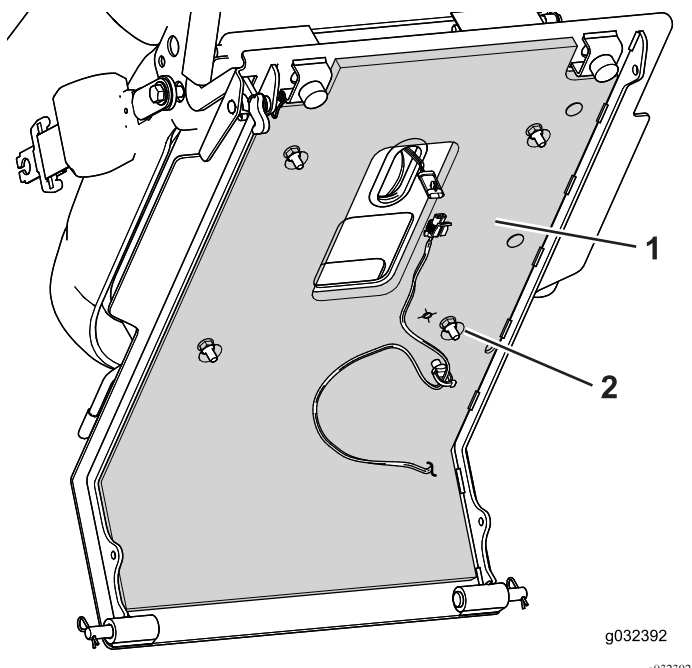

Figure 3
- Retirez la pellicule protectrice et appliquez l'écran pare-chaleur sur le fond de la plate-forme du siège (Figure 3).